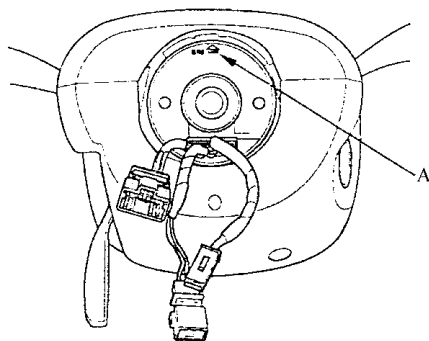

图 11-45 转向线盘标识点
6) 如有必要, 将转向线盘对中(新更换的转向线盘会对中)。可以这样做: 先将转向线盘顺时针旋转, 直到停止转动, 然后逆时针旋转(大约 2.5 圈)直到转向线盘上标记的箭头标志笔直朝上。标记位置如图 11-45 所示。